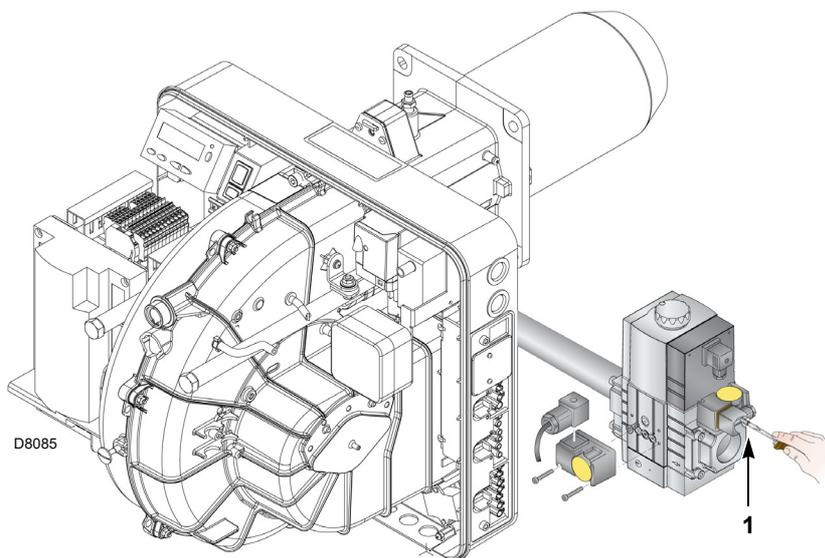

Fig. 30
- Contrôler la pression d'alimentation du gaz en raccordant un manomètre sur la prise de pression 1)(Fig. 30) du pressostat gaz minimum: elle doit être inférieure à la pression maximale admise pour la rampe gaz qui est indiquée sur la plaque des caractéristiques.
- Purger les tubes de la rampe gaz de l'air, en raccordant un tube en plastique sur la prise de pression 1)(Fig. 30) du pressostat gaz minimum. Porter le tube de purge à l'extérieur de l'édifice jusqu'à sentir l'odeur du gaz.